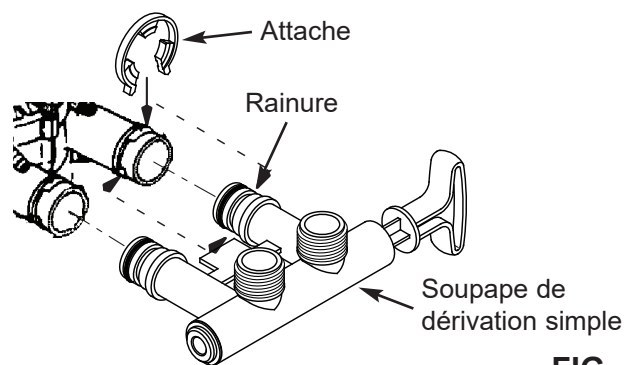

FIG. 12
5. Poussez la soupape de dérivation simple dans la soupape de l'adoucisseur jusqu'à ce que vous sentiez une résistance. Enclenchez deux grosses agrafes de fixation en place en procédant du dessus vers le bas comme cela est indiqué dans les figures 12 et 13.